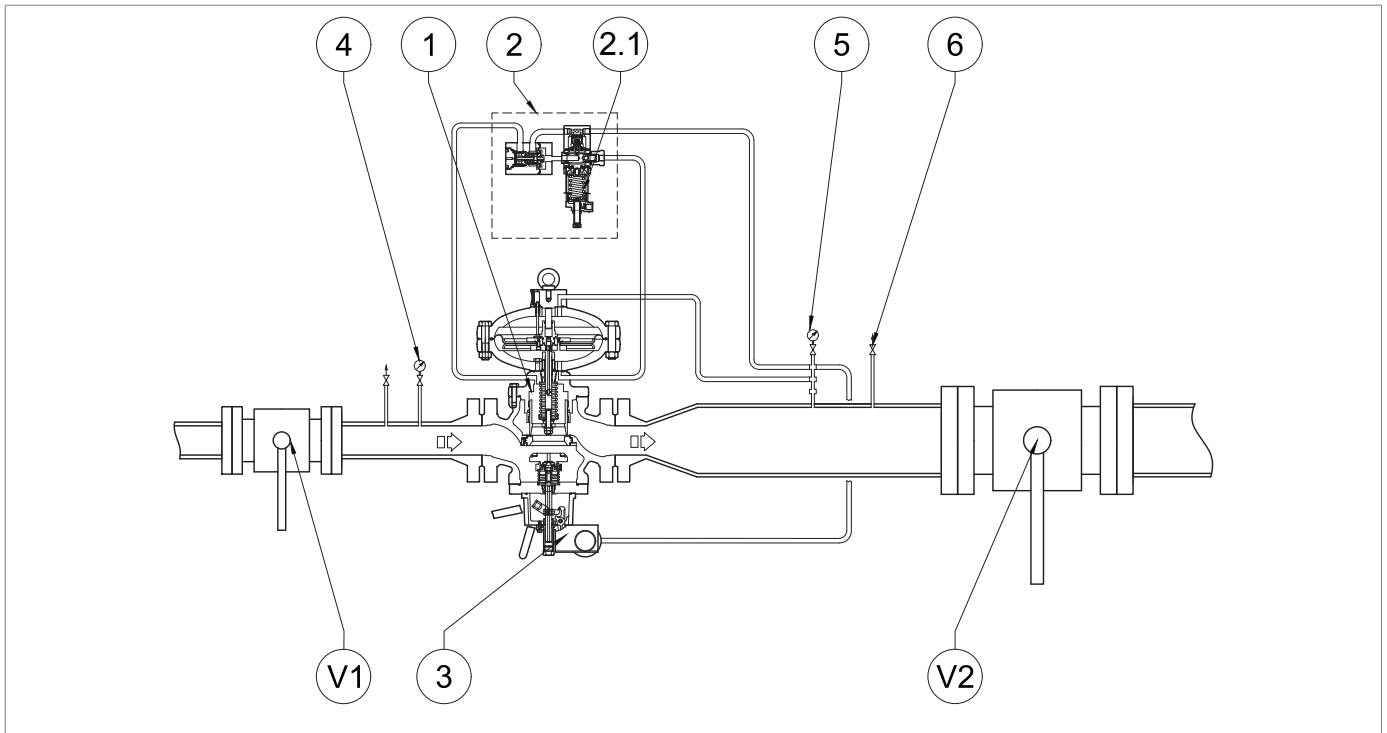
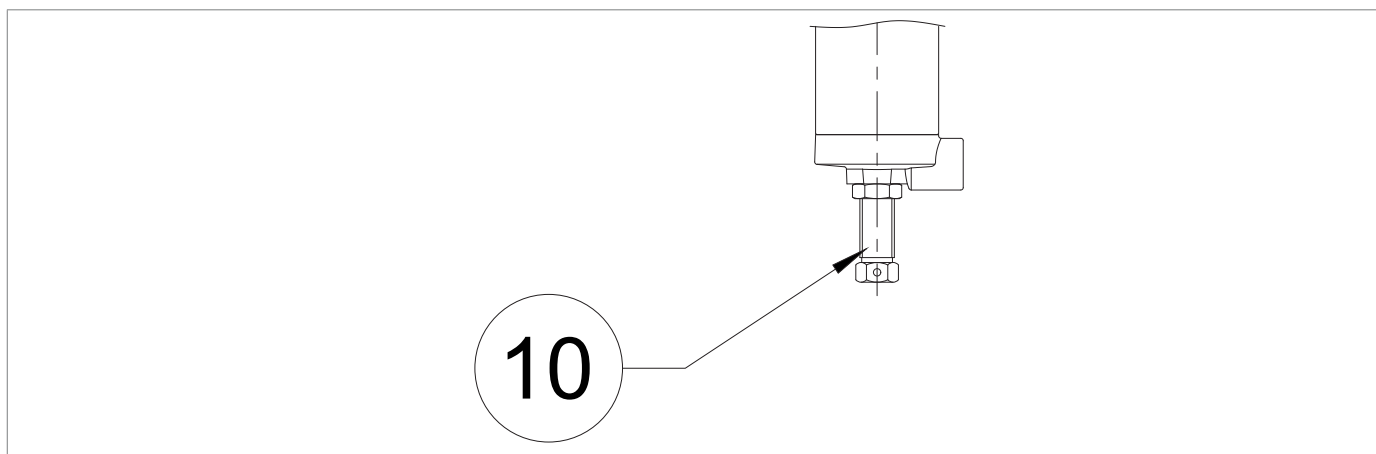

Fig. 8.32. Tenuta in chiusura della valvola di blocco incorporata SB/82
Fig. 8.37. Piloti serie 200/A
9	a- PER LA PRIMA MESSA IN SERVIZIO DELLA LINEA DI REGOLAZIONE Se la pressione di valle (Pd) non è al valore della taratura richiesta, agire come di seguito: <ul style="list-style-type: none"> <li>• valore della pressione di valle (Pd) inferiore al valore di taratura richiesto: caricare la molla di taratura (Fig. 8.32, rif. 2.1) del pilota ruotando in senso orario la vite di regolazione (Fig. 8.37, rif. 10)</li> <li>• valore della pressione di valle (Pd) superiore al valore di taratura richiesto: scaricare la molla di taratura del pilota (Fig. 8.32, rif. 2.1) ruotando in senso antiorario la vite di regolazione (Fig. 8.37, rif. 10)</li> </ul> b- DOPO LA MANUTENZIONE DELLA LINEA DI REGOLAZIONE <ul style="list-style-type: none"> <li>• caricare la molla di taratura del pilota (Fig. 8.32, rif. 2.1) ruotando in senso orario la vite di regolazione (Fig. 8.37, rif. 10) per aumentare il valore di pressione del regolatore (1) ruotando in senso orario la ghiera di regolazione (3)</li> </ul>